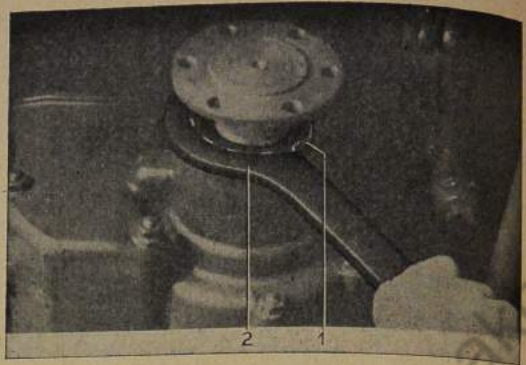

Bild 465 Nutmutter aus Schaltgehäuse herausdrehen
8. Nutmutter mit Hakenschlüssel herausdrehen (Bild 465).